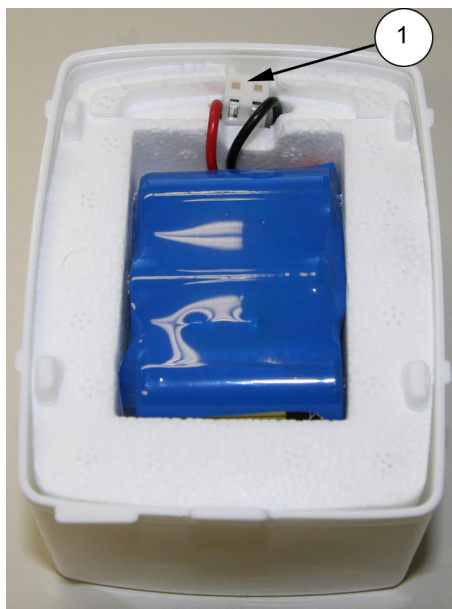

図 18 RSB611 とバッテリーコネクター
2. 緩やかにワイヤーを引きながらバッテリーコネクター（図 18 ページの 29 の①）を外します。